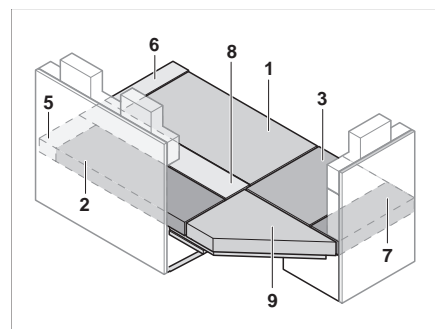

Bild 131 Efter ombyggnaden
- Lägg sits-, ryggstöds- och extradynorna som visas på Bild 131.